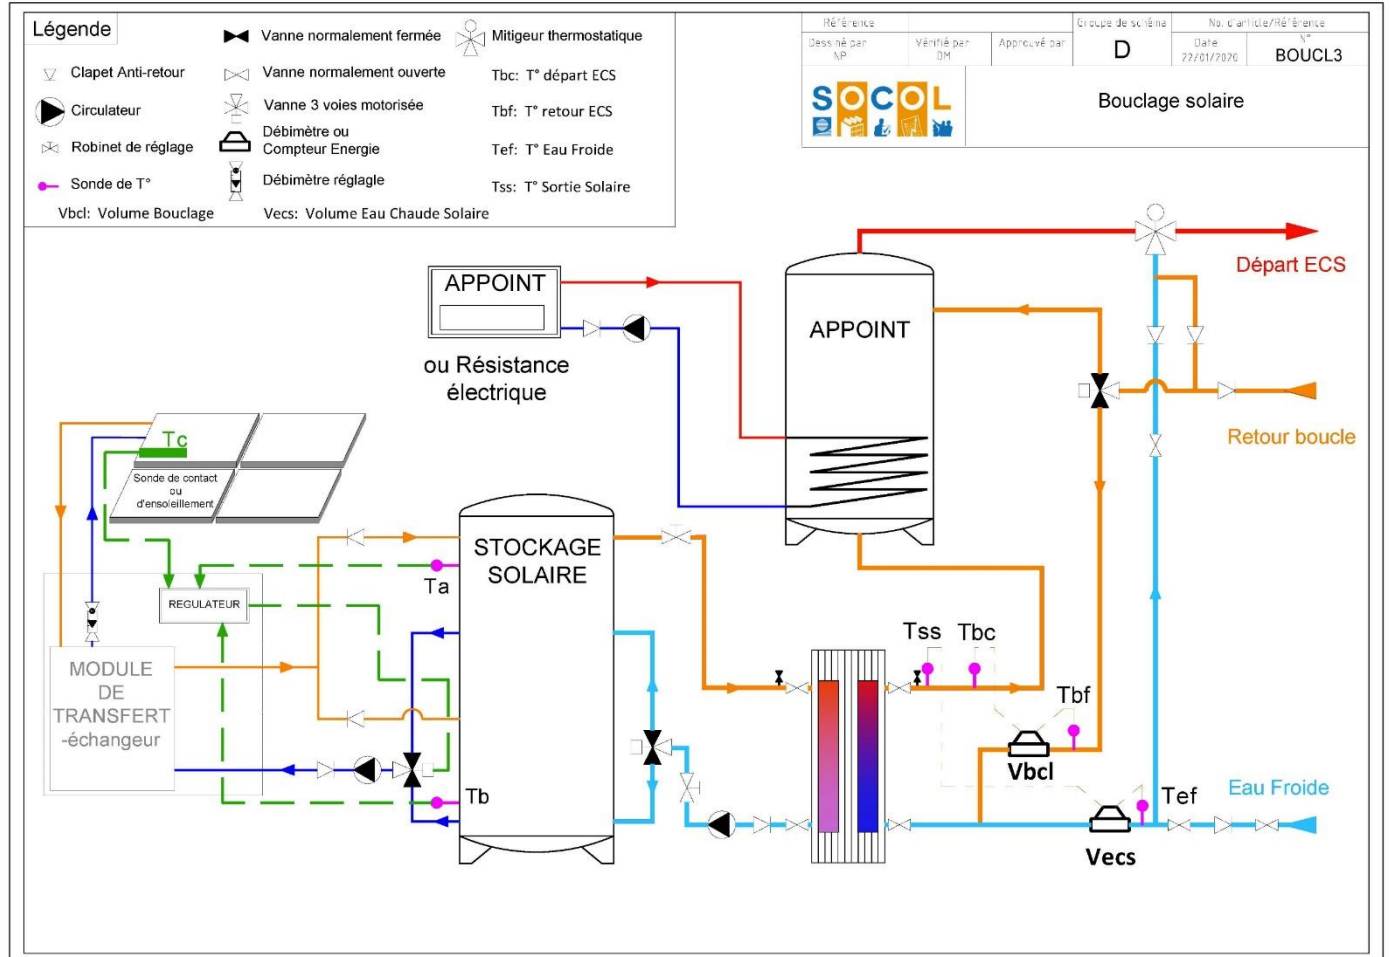

Fig. 8 : Schéma BOUCL3
- Mise en place d'un comptage spécifique sur la partie solaire du bouclage avec double index (compteur C2 de la figure 8)